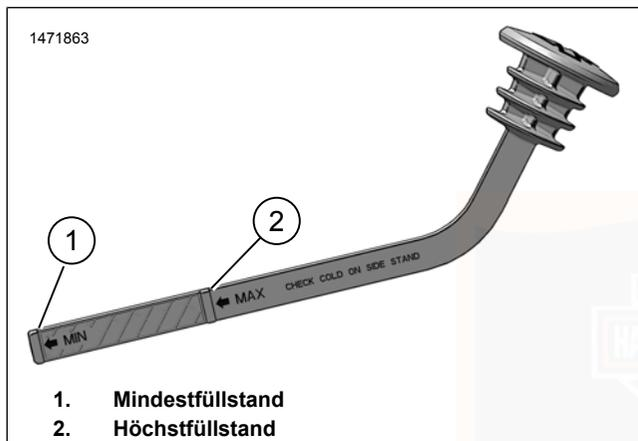

Abbildung 66. Kühlmittel-Einfüllverschlussstopfen/Messstab
4. Siehe Abbildung 66. Überprüfen, dass der Kühlmittelstand an der „MAX“-Linie (2) liegt.